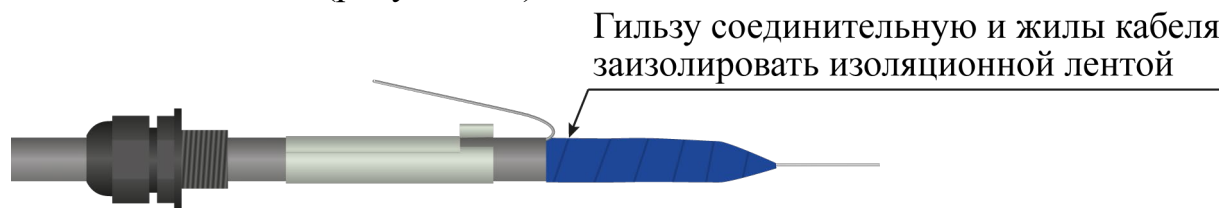

Рисунок 4.8
– гильзу соединительную и жилы кабеля ТППЭп заизолировать изоляционной лентой (рисунок 4.8);